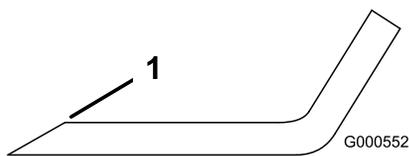
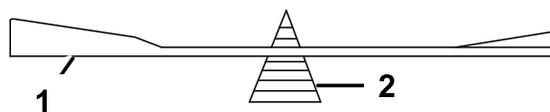

Bild 48
Bild 49
- Schärfen Sie die Schnittkante an beiden Enden des Schnittmessers mit einer Feile (Bild 48). Behalten Sie den ursprünglichen Winkel bei. Das Schnittmesser behält seine Auswuchtung bei, wenn von beiden Schnittkanten die gleiche Materialmenge entfernt wird.
- Überprüfen Sie die Auswuchtung des Schnittmessers auf einer Ausgleichsmaschine (Bild 49). Wenn das Schnittmesser in seiner horizontalen Position bleibt, ist es ausgewuchtet und kann wiederverwendet werden. Feilen Sie, wenn das Schnittmesser nicht ausgewuchtet ist, vom Flügelbereich des Messers etwas Metall ab (Bild 48). Wiederholen Sie diesen Vorgang, bis das Messer ausgewuchtet ist.